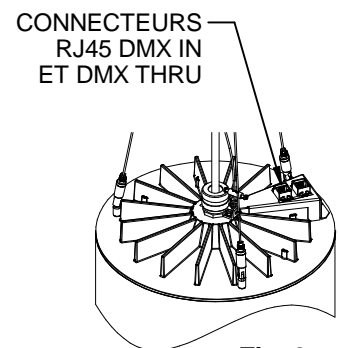

Fig. 3
1. Utilisez des câbles standards CAT5e (non fournis) pour raccorder le MC10LED au système de contrôle DMX. Deux connecteurs RJ45 se trouvent sur le dessus du boîtier du MC10LED CCM (**Fig. 3**). Connectez l'extrémité « IN » du câble de contrôle DMX CAT5e dans le connecteur RJ45 « DMX IN » rouge; utilisez le connecteur RJ45 « DMX THRU » bleu pour raccorder le luminaire suivant de la série DMX à l'aide d'un autre câble CAT5e ou, s'il s'agit du dernier luminaire de la série, insérez une terminaison de 120 ohm (non fournie) dans le connecteur. Les câbles CAT5e peuvent être attachés aux câbles d'acier fournis avec le luminaire MC10LED CCM à l'aide d'attaches de nylon autoblocantes standards (non fournies). **Consulter la page de couverture du présent document pour obtenir plus d'information et connaître les avertissements en lien avec l'utilisation de câbles CAT5e dans les systèmes DMX.**